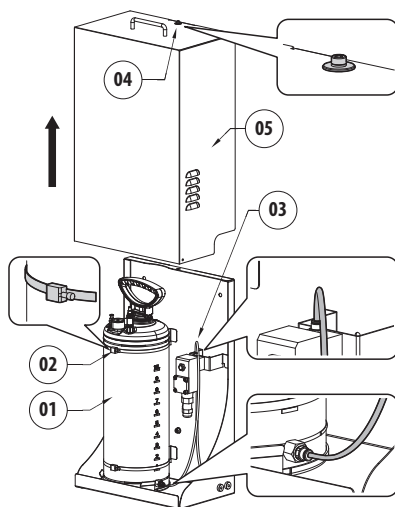

Fig. 4
**Pour les opérations d'installation ou d'entretien de la pompe il est possible de laisser le réservoir en position ou en l'enlevant (Fig. 4, page 10). Pour enlever le réservoir (01) agir sur les colliers métalliques (02) et décrocher le tuyau de raccordement (03).**